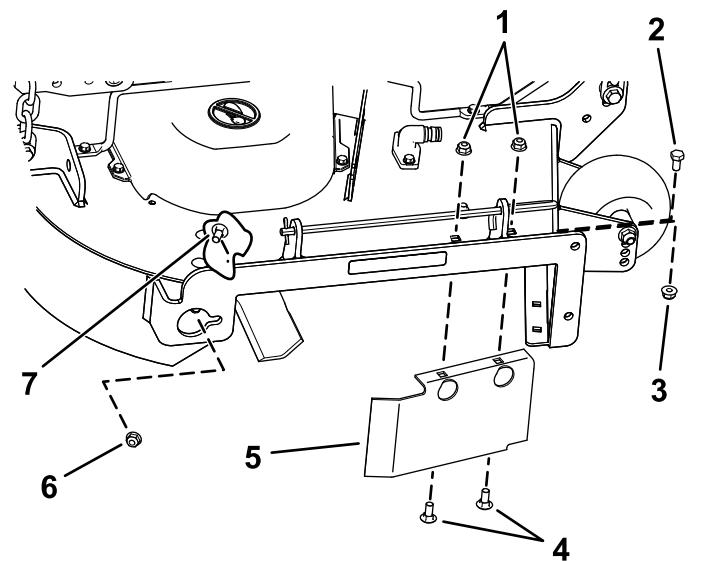

Figura 18
8. Remova o parafuso de carroçaria (5/16 x 3/4 pol.) e porca de bloqueio (5/16 pol.) na parede lateral da plataforma do cortador que prende o abafador à plataforma (Figura 18).
9. Localize o resguardo do abafador na extremidade frontal da abertura de descarga lateral (Figura 18).
10. Remova as fixações que prendem o resguardo do abafador e abafador direito à plataforma do cortador (Figura 18).
13. Instale as fixações previamente removidas nos furos frontais na placa de descarga e furo frontal na plataforma (Figura 18).